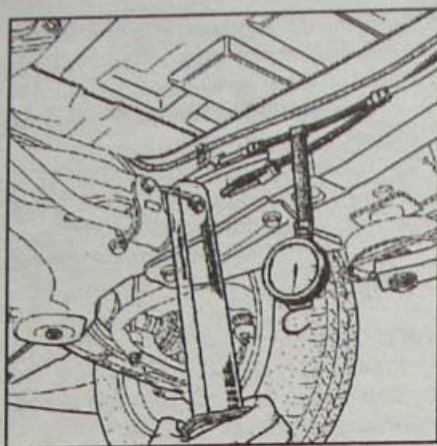

Рис. 1.40. Проверка давления топлива и производительности топливного насоса
- В разрыв трубки подачи топлива из набора Mot. 1311-01 установите клапан–тройник с манометром, имеющим предел измерения 10 бар (рис. 1.40).